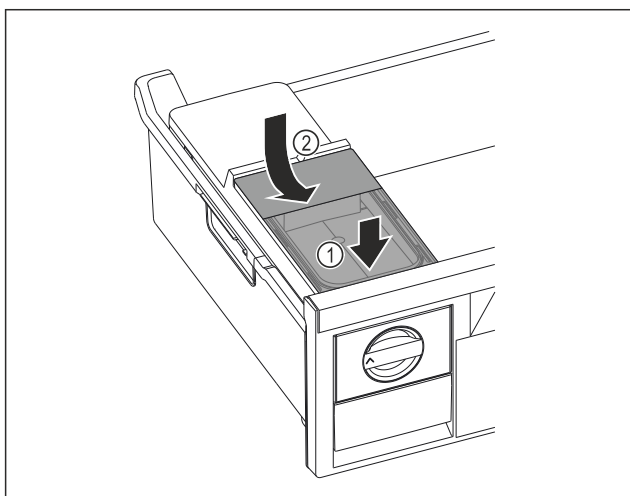

Fig. 110
- ▶ Rezervoar za vodo namestite spredaj. Fig. 110 (1)
- ▶ Zadaj rezervoar za vodo spustite. Fig. 110 (2)